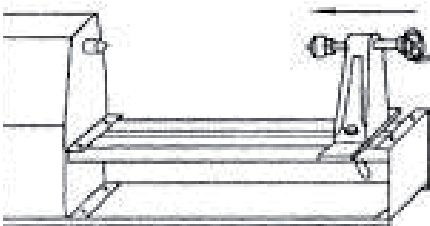

Рис. 12
1. Посуньте задню бабку впритул до обертового центру (рис. 12а).
3. Послабте 4 болти під шестигранний ключ навколо обертового центру (рис. 12б).
Рис. 12б